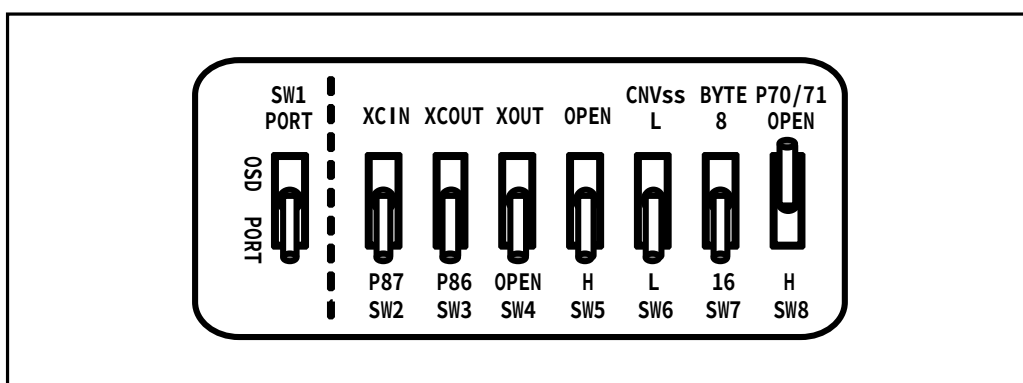

図 4.3 セルフチェック時のスイッチ設定（＝出荷時の設定）
- ① エミュレーションボッド内のスイッチ設定を出荷時の設定(図 4.3参照)にしてください。
- ② ターゲットシステムが接続されている場合は、ターゲットシステムを外してください。
- ③ 電源投入後、2秒以内にPC4701フロントパネルのシステムリセットスイッチを押し、メンテナンス用の特殊モードに切り替えます。
- ④ “SAFE”のLEDが点滅開始するのを確認後、もう一度システムリセットスイッチを押してください。
- ⑤ セルフチェックを開始します。約2分で正常終了表示されればセルフチェック終了です。
- 本製品内部のスイッチが出荷時の設定(図 4.3)になっているかご確認ください。